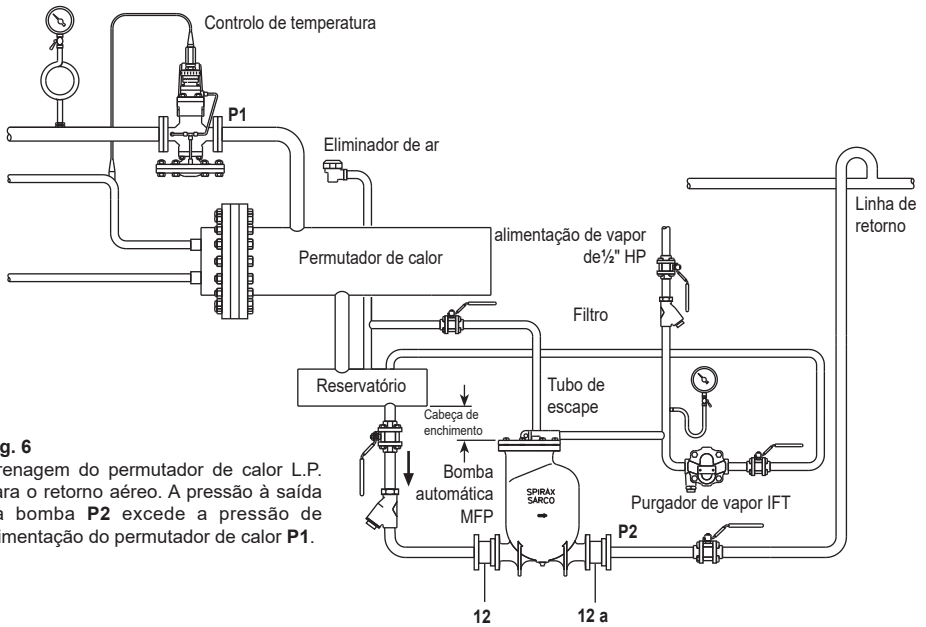

Fig. 6
1. Instalar a bomba por baixo do equipamento a drenar, com o tubo de escape verticalmente para cima. A bomba deve ser instalada com a altura de enchimento recomendada (distância vertical entre o topo da bomba e o fundo do reservatório/recetor), ver Secção 3.2 e Figs. 6 e 7. Para outras variantes de cabeça de enchimento, consultar a tabela de capacidade separada.
2. Para evitar o alagamento do equipamento durante o curso de descarga da bomba, deve ser instalado um recetor ventilado ou um tubo reservatório num plano horizontal à frente da bomba, como se mostra na Fig. 6. Para o dimensionamento correto do recetor/reservatório, consulte as Tabelas 1 e 2 nas páginas 16 e 17. Todos os acessórios de entrada devem ser de furo completo.
3. Ligar as válvulas de retenção(12) e(12a) à bomba, certificando-se de que o fluxo através das válvulas está na direção correcta. Para um melhor desempenho, as tubagens horizontais imediatamente antes da válvula de retenção de entrada e depois da válvula de retenção de descarga devem ser reduzidas ao mínimo. Ligar a descarga à conduta de retorno ou a outro ponto de retorno.